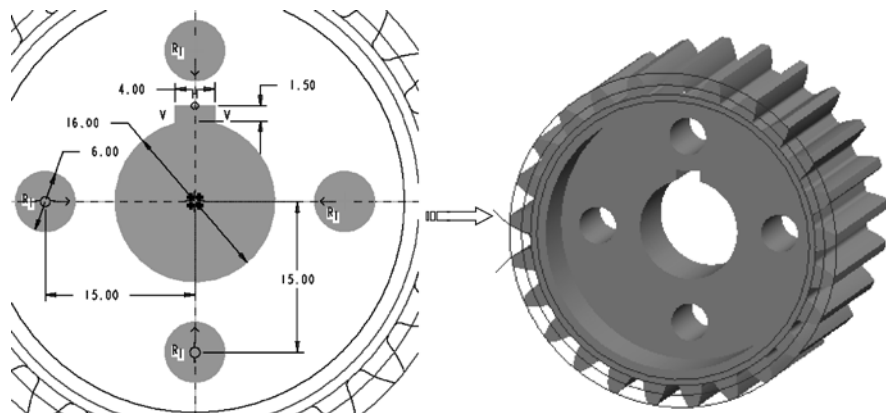

图 6-94 创建减材料特征
- 在草绘平面内绘制图形。退出草绘环境后, 设置拉伸深度为“穿透”, 创建如图 6-94 所示的减材料特征。